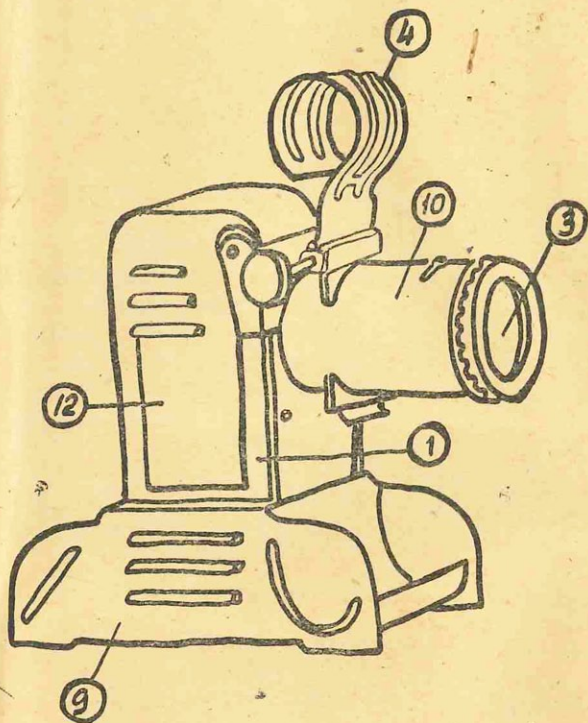
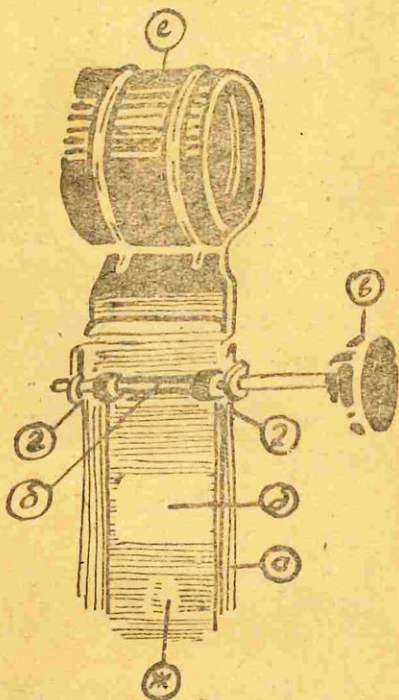

Рис. 1
Рис. 5
Основные части фильмоскопа (рис. 1 и 2):
3. Рамка для плёнки (4) (рис. 1), изогнутая в виде цилиндра, с фильмопроводящей плоской кассетой (а) (рис. 5) с отогнутыми краями. Рамка снабжена приспособлением для перемещения плёнки, состоящим из оси (б) с ручкой
том виде. Рамка вставляется в пазы тубуса 10 (рис. 1), в котором помещается также объектив аппарата.
5. Подготовив фильмоскоп, вставляют свёрнутую пленку в цилиндрическую часть рамки (4) (рис. 1) так, чтобы перевернутое изображение первого